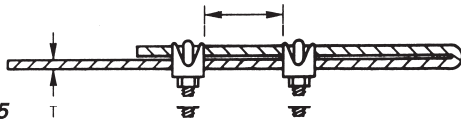

Figura 5
**AVISO IMPORTANTE:** Es importante observar la posición de instalación apropiada de los sujetadores del cable de seguridad según se ilustra en la Figura 5. Para obtener la máxima fuerza de sostenimiento, instale la sección de perno en "U" del sujetador sobre el extremo corto del cable de seguridad y sujete en el extremo largo del cable. La instalación inapropiada reduce la eficiencia de la conexión en hasta el 40%.